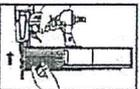

Fig.5
7. Cargue clavos en su herramienta siguiendo las instrucciones de este manual. (Vea Fig. 5)